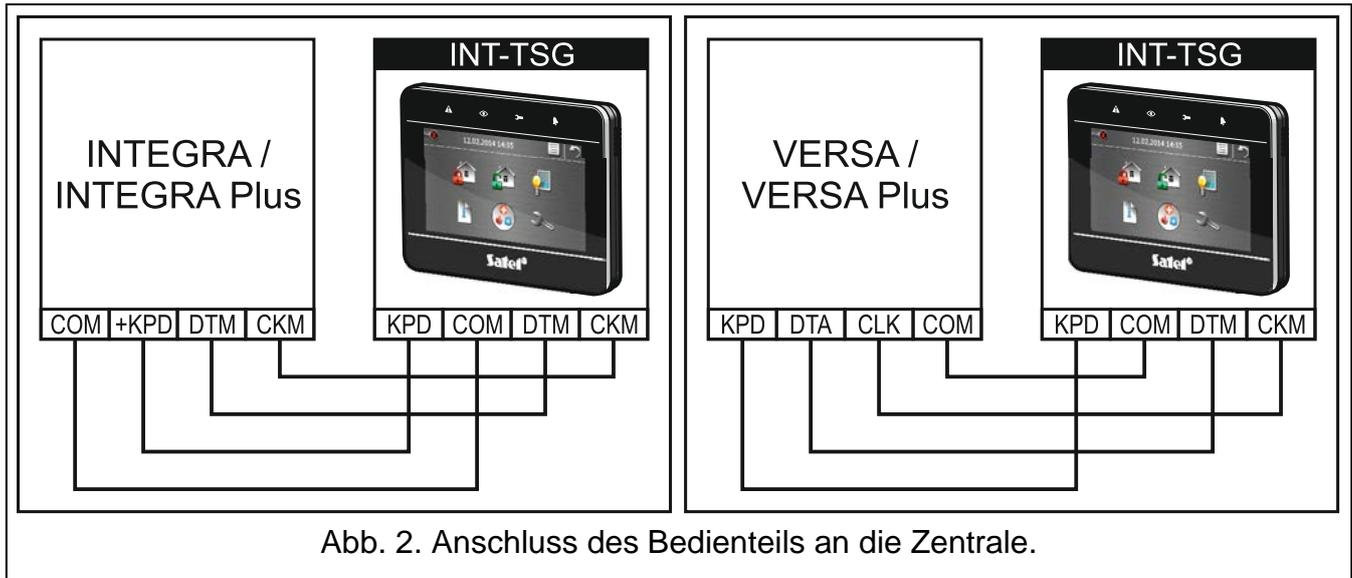

Abb. 2. Anschluss des Bedienteils an die Zentrale.
6. Verbinden Sie die Klemmen DTM, CKM und COM des Bedienteils mit entsprechenden Klemmen des Kommunikationsbusses der Alarmzentrale (siehe: Abb. 2). Es wird empfohlen, ein gerades Kabel ohne Abschirmung zu verwenden. Bei der Anwendung eines verdrehten Kabels beachten Sie, dass die Signale CKM (Uhr) und DTM (Daten) nicht in einem gedrehten Adernpaar liegen sollen. Die Leitungen müssen in einem Kabel geführt werden. Die Länge der Leitungen darf nicht 300 m überschreiten.